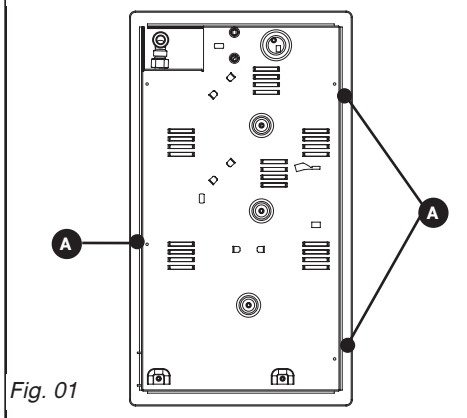
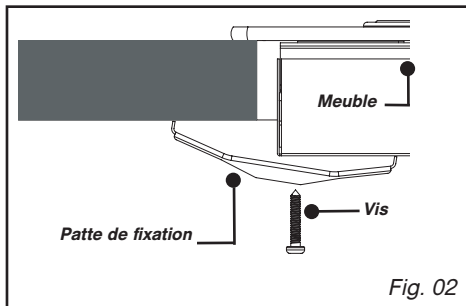

Fig. 01
Fig. 02
– Vous pouvez immobiliser, si vous le désirez, la table au moyen de pattes de fixation livrées avec leur vis (Fig. 02) se fixant aux coins du carter. **Utilisez impérativement les trous prévus à cet effet suivant le dessin ci-dessus (Fig. 01).**